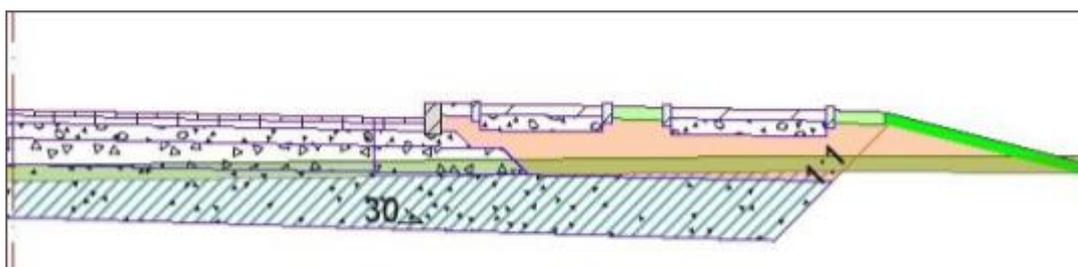

Рис. 7. Корыто в существующем грунте
1. **В существующем грунте** – разработка корыта от линии черного поперечника на глубину, недостающую для укладки всех слоев дорожной одежды и подстилающего слоя (рис. 7, контур корыта выделен штриховкой).
Добавлена возможность создавать тротуары на одних и тех же поперечниках на укрепленной и грунтовой частях обочины (рис. 7,8).